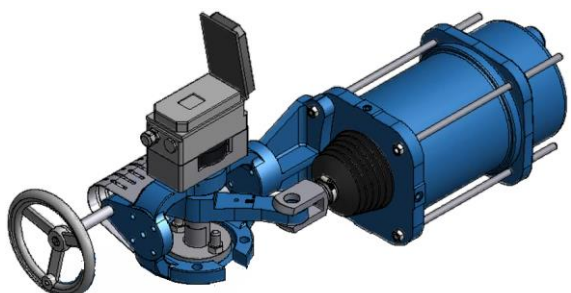

Bild 9: Antrieb mit Bügel und Handrad
- Handrad bis Baugröße R200 (Bild 9)